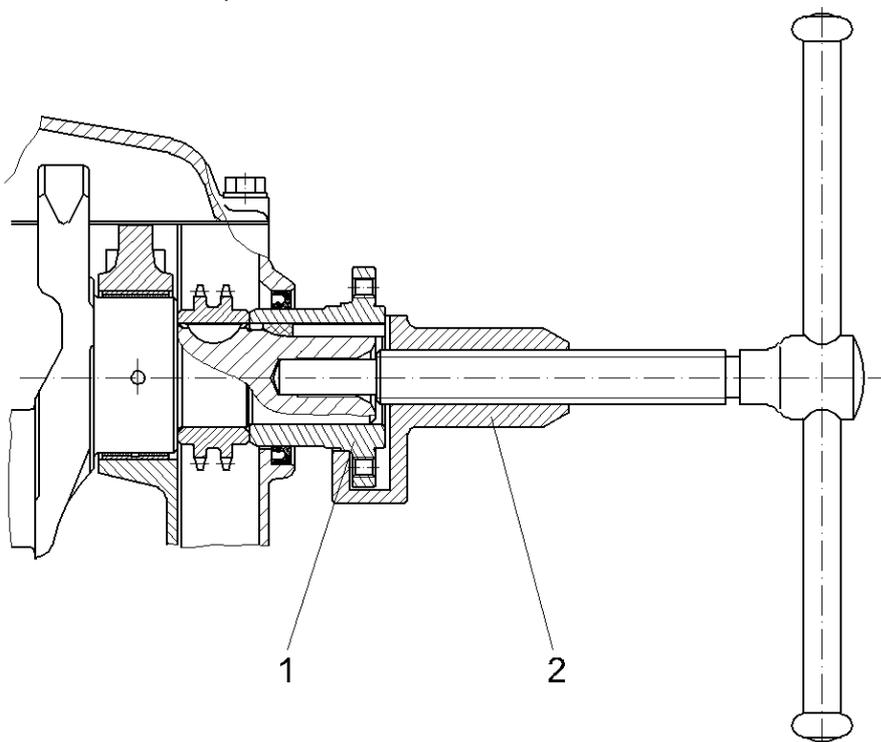

Abb. 68. Ausbau der Kurbelwellen-Riemenscheibennabe:
- mit einem speziellen Abzieher 2 (Abb. 68) die Nabe 1 der Riemenscheibe entfernen